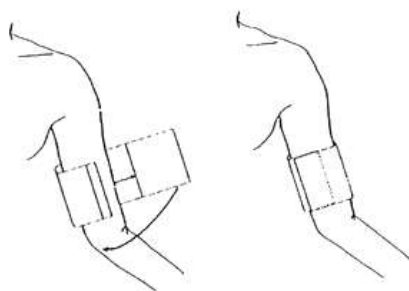

Figura 11-20 Applicazione del bracciale
2. Applicare il bracciale per la pressione sanguigna sul braccio o sulla gamba del paziente seguendo le istruzioni seguenti (Figura 11-20).